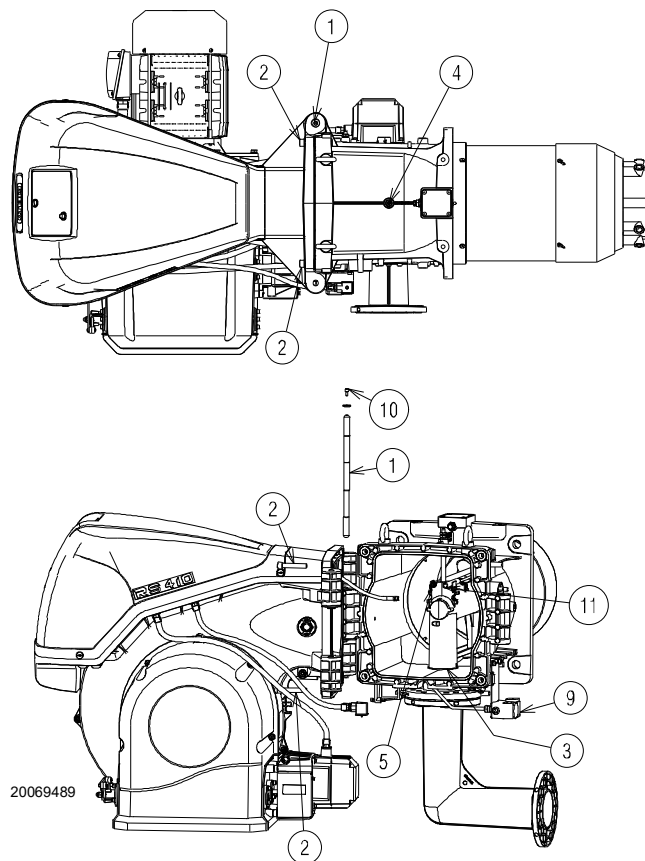

Fig. 12
Il bruciatore esce dalla fabbrica predisposto per l'apertura verso sinistra, mantenendo quindi il perno 1)(Fig. 12) in sede.
- A** Scollegare la spina/presa 9)(Fig. 12) del pressostato gas di massima;
- D** Aprire il bruciatore completamente come in Fig. 12;
Per l'apertura del bruciatore dal lato opposto, prima di togliere il perno 1)(Fig. 12), verificare che le 4 viti 2) siano serrate. Quindi spostare il perno 1) sul lato opposto, solo allora è possibile togliere le viti 2). Scollegare la presa 9 (Fig. 12) del pressostato gas di massima, poi procedere come sopra descritto al punto **C**).